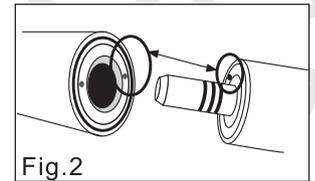

Fig.2
- 2) Allineare manipolo e perno di allineamento del motore (Fig. 2)